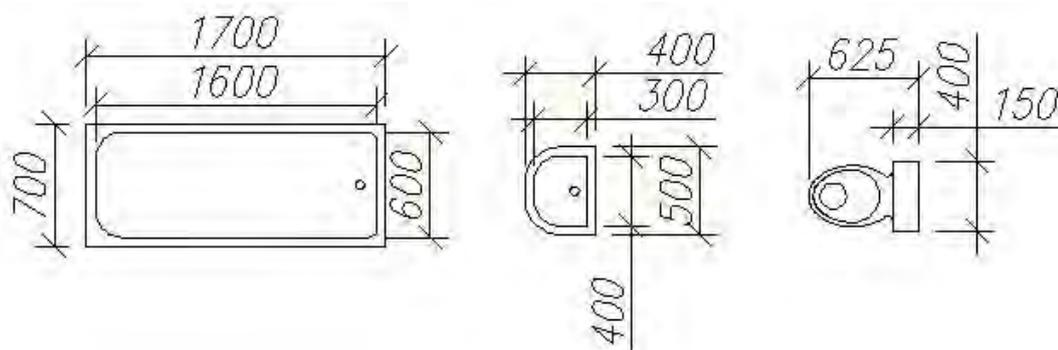

Рис. 26. Основные размеры для вычерчивания санитарно-технических приборов (ванны, раковины, унитаза)
11.1. Ванну, раковину и унитаз вычерчиваем в соответствии с размерами, приведенными на рис. 26;